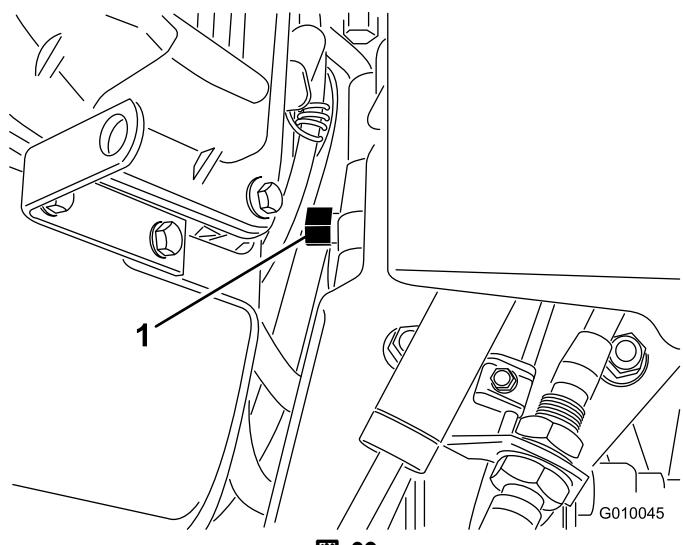

図 30
2. エンジンと油圧ポンプの途中に配置されているバイパス・バルブを探し出す(図 30)。
3. レンチ(5/8")を使ってバイパス・バルブを左回りに1回転させる。これで油圧回路がバイパスされ、車輪が自由に回るようになる(図 30)。
5. エアレータの運転を再開するには、バイパス・バルブを右回りに1回転させる(図 30)。